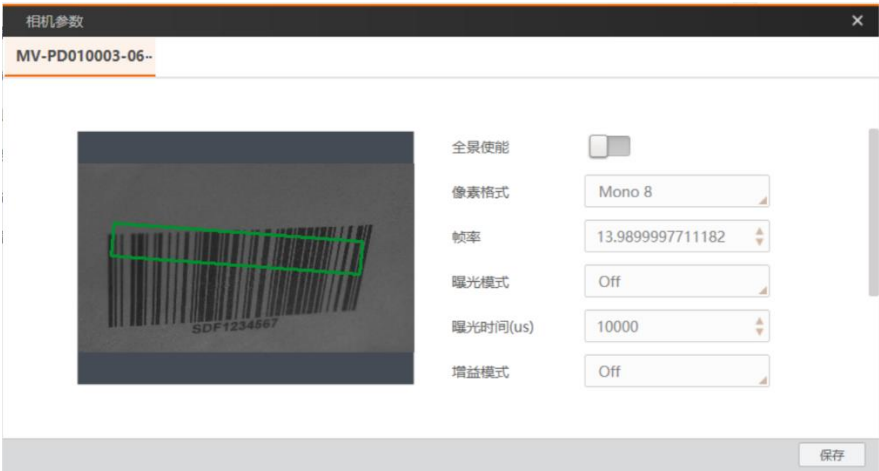

图5-11 相机参数
4. 单击，选择“相机参数”，参数设置请见表 5-2，相机参数如图 5-11 所示。